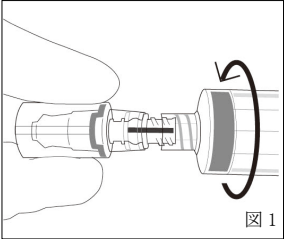

図 1
2. メスコネクタ部のラインを手前にして本体を把持しながら、本品のメスコネクタ部にルアーロックタイプのシリンジを回転させて確実に接続する(図 1)。